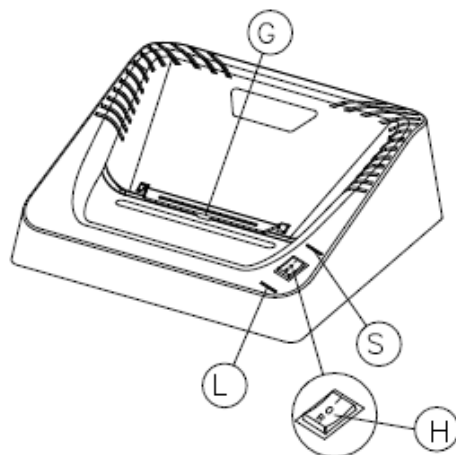

Fig.2
USO DELL'APPARECCHIO Fig.2
di credito sono muniti di sportellino di protezione (G) Fig.2 che deve essere mantenuto ruotato verso la parte posteriore dell'apparecchio durante la distruzione di carta e deve essere ruotato verso il fronte dell'apparecchio durante la distruzione di CREDIT CARD –CD-ROM/DVD, perché mantiene guidati i supporti ottici nell'area di azione delle fotocellule e protegge l'operatore da eventuali frammenti di plastica.
HOW TO USE THE SHREDDER Fig.2
The machines suitable for shredding CDS/DVDS and credit cards come with a protective door (G) Fig. 2 which must be rotated to the back of the machine when shredding paper and must be rotated to the front when shredding CREDIT CARDS-CD-ROMS/DVDS, because it guides the optical material within range of the optical eyes cells and protects the operator from any plastic fragments.